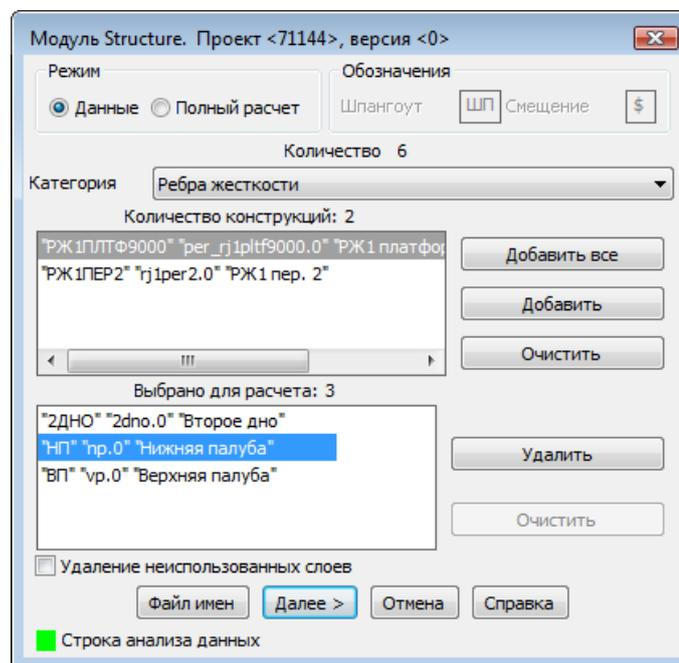
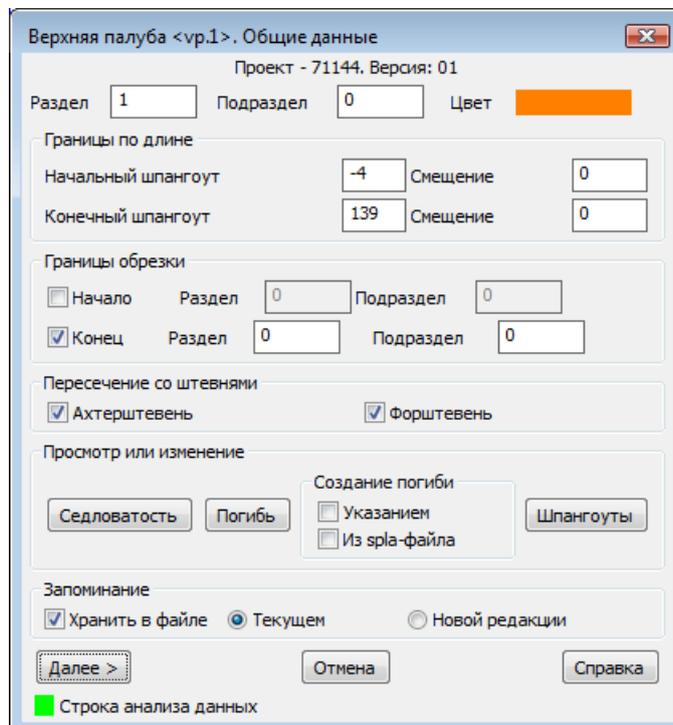

Рисунок 8. Выбор конструкций, участвующих в расчете
Рисунок 12. Окно **Верхняя палуба. Общие данные**
В режиме **Данные** (выборочный расчет конструкций) в диалоговом окне **Модуль STRUCTURE. Проект <71144>, версия <01>** в раскрывающемся списке под названием **Категория** (рисунок 8) выводится название первой категории конструкций (например, *Палубы* или *Переборки*) из числа категорий, заранее занесенных в файл имен *steel_<nn>.dat*. Треугольник в правой части списка может использоваться для прокрутки списка. Над списком расположена текстовая строка с указанием общего количества записей (категорий).
Если щелкнуть по наименованию категории (напр., *Ребра жесткости*), то все названия конструкций этой категории переместятся в список ниже (см. рис. 8). В поле **Количество конструкций** появится их количество (на рисунке 8 — это две конструкции: *Пер1*, *РЖ1ПЛТФ9000* и *РЖ1ПЕР2*). Теперь необходимо из перечня всех конструкций данной категории указать те, которые будут строиться в данном расчете.
Справа от нижнего списка (см. рис. 8) имеются кнопки:
При выборе порядка следования конструкций в расчете необходимо обращать внимание на то, чтобы вначале строились необходимые горизонтальные перекрытия (палубы), а затем — продольные переборки, которые располагаются между ними. Расчет конструкций ведется в том же порядке, в котором мы их выбираем в диалоговом окне на рис. 8. Если правильная последовательность будет нарушена, то пересечений с палубами не будет и в файле протокола будет сделана соответствующая запись. Количество категорий и названий конструкций не ограничено. В режиме полного расчета все, что было занесено в файл данных после строки с символом * (звездочка) в первой позиции, не строится.
Кнопка **Удаление неиспользованных слоев** (см. рис. 8) дает возможность очистить модель от лишних слоев.
В нижней части основного окна (см. рис. 8) размещаются три кнопки, две из которых закрывают окно, а одна (**Справка**) — вызывает соответствующий раздел справочной системы.
7.4. Окно **Верхняя палуба <vr.1>. Общие данные** (рисунок 12) откроется, если в списке выбранных для расчета конструкций первой выбрать верхнюю палубу (ВП и данные в vr.1) и затем по окончании выбора щелкнуть по кнопке **Далее** в диалоговом окне **Модуль STRUCTURE. Проект <71144>, версия <01>** (см. рисунок 8).
В верхней части окна (см. рис. 12) имеются три поля:
В области **Границы по длине** (см. рис. 12) расположены следующие поля, определяющие диапазон судна по длине, в котором будет выполняться построение рассматриваемой конструкции:
В области с названием **Границы обрезки** (см. рис. 12) задаются характеристики тех линий модели, которыми будут обрезаться поперечные сечения конструкции (бимсы палубы или кромки переборки).
7.5. Кнопка **Седловатость** окна общих данных (см. рис. 12) позволяет вызвать окно редактирования данных седловатости обрабатываемой палубы. Рассмотрим его структуру на примере окна для верхней палубы (рисунок 14).
Если щелкнуть по кнопкам **Сохранить** или **Отмена**, то происходит возврат в предыдущее окно с общими данными (см. рис. 12).
7.6. Если в окне **Верхняя палуба <вр.1>..Общие данные** (см. рис. 12) пользователь щелкнет по кнопке **Погибь**, то откроется диалоговое окно **Верхняя палуба <вр.1>. Погибь** (рисунок 15).